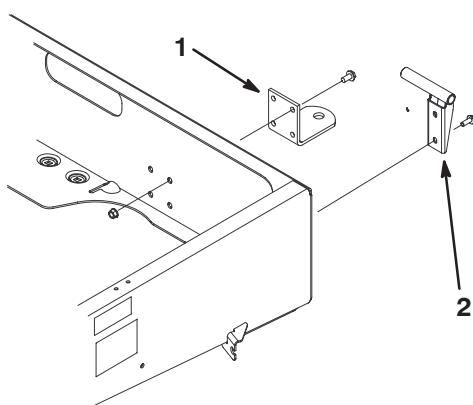

Bild 7
2. Montieren Sie die linke Schwenkhalterung mit zwei Bundschrauben (3/8 x 1 Zoll) an der linken hinteren Ecke des Chassis. Positionieren Sie die Halterung wie in Bild 7 dargestellt.